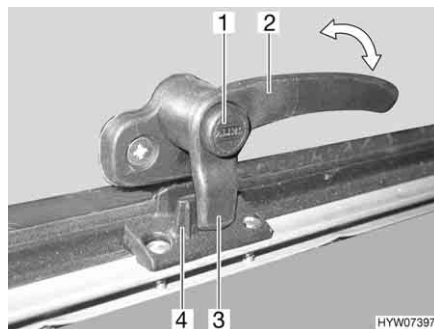
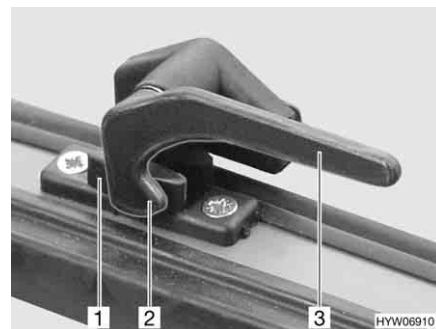

Bild 94 Låsarm med låsknapp i läget "stängd"
Bild 95 Låsarm i läget "stängd"
- Tryck på låsknappen (Bild 94,1) om sådan finns och håll den nedtryckt.
- Vrid alla låsarmer (Bild 94,2 eller Bild 95,3) ett kvarts varv mot luckans mitt.
- Vrid alla låsarmar (Bild 94,2 eller Bild 95,3) ett kvarts varv mot ramen. Låsspaken (Bild 94,3 eller Bild 95,2) sitter på insidan av lucklåset (Bild 94,4 eller Bild 95,1).
- I läget "helt stängt" (Bild 94 och Bild 95)